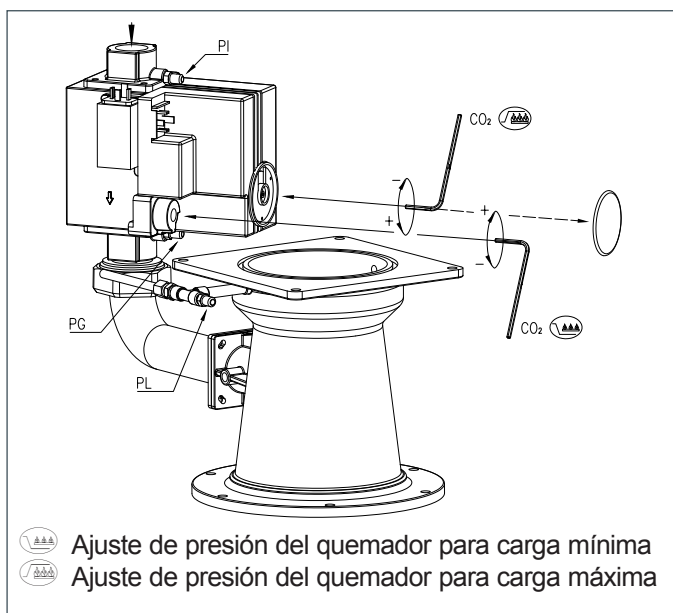

fig. 22 Puntos de ajuste del multibloque de válvulas de gas
11. Comprobar la presión de entrada de gas PI (ver fig. 22).
- PL del venturi (ver fig. 22), verificando que las conexiones sean herméticas para el gas.
- 17.d Comprobar el porcentaje de CO₂ (porcentaje de O₂) en comparación con la tabla 11. Si los valores superan las tolerancias dadas, ajustar según la fig. 22. Comprobar la llama a través de la mirilla de inspección, la llama no debe apagarse.
- 17.g Comprobar el porcentaje de CO₂ (porcentaje de O₂) en comparación con la tabla 11. Si los valores superan las tolerancias dadas, ajustar según la fig. 22. Comprobar la llama a través de la mirilla de inspección, la llama no debe apagarse.